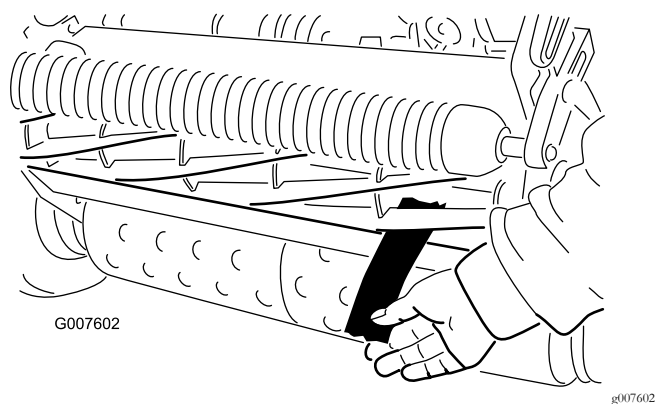

Рисунок 47
12. Проверьте характеристики скашивания, вставив длинную полоску бумаги между барабаном и неподвижным ножом перпендикулярно неподвижному ножу (Рисунок 47). Медленно поверните барабан вперед, он должен разрезать бумагу.